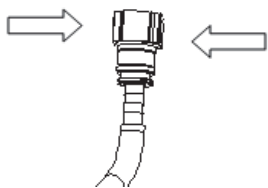
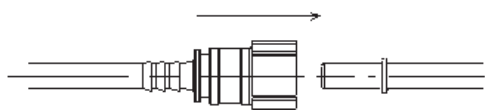

图 7-4
图 7-5
- (1) 断开尼龙管前，先检查尼龙管管接头附近是否有泥土等异物，并清除干净。
- (2) 摁住快接头的左右端，向后轻轻拔出。图 7-4
- (3) 装配尼龙管时先检查尼龙管的连接部分是否有损坏或泥土等异物。
- (4) 确认无异常后把尼龙管快接头沿直线方向安装在阳接头上，直至听见“咔嚓”声为止。图 7-5